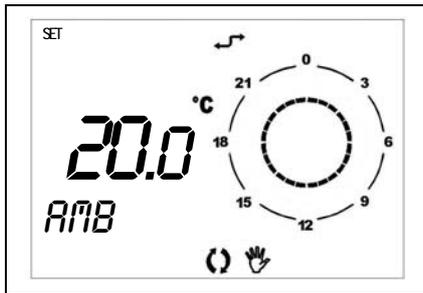

Figura 23
- Funzionamento **AUTOMATICO FORZATO**: segnalato dalla compresenza dell'icona automatico e dall'icona manuale (vedi Figura 23).